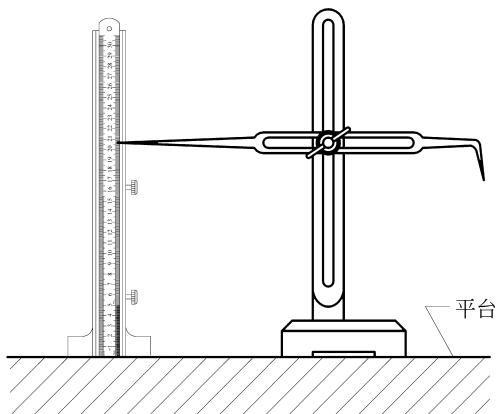

图 3-19 划线尺架的用法
(2) 划线尺架的用法。划线尺架是与划线盘配合使用的,用划线盘进行划线时,要在划线尺架上度量所需要的高度尺寸,如图 3-19 所示。
(3) 划线尺架的使用要点。首先要检查钢直尺的底部端面一定要与平台工作面接触,然后拧紧锁紧螺钉固定钢直尺。